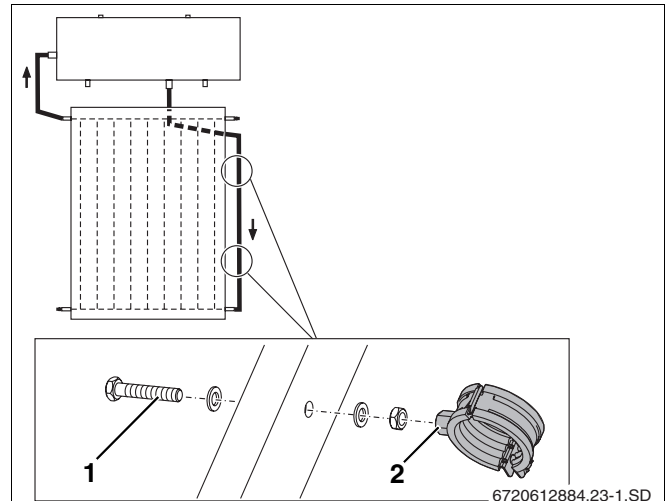

Fig. 23 Fijación de la abrazadera de tubo al apoyo largo derecho de 45°
- ▶ Atornille las abrazaderas de tubo adjuntas (fig. 23, **pos. 2**) al apoyo largo derecho de 45° mediante tornillos M8 x 40 (fig. 23, **pos. 1**), arandelas y tuercas.